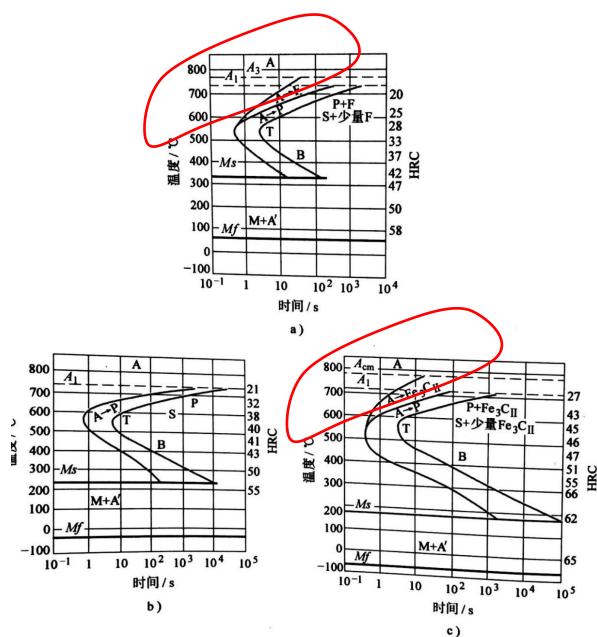

图 3-6 三种类型钢的等温转变图
- 18、不同碳钢的 C 曲线如图 3-6 所示。图中亚共析钢、共析钢和过共析钢的 C 曲线类似，只不过亚共析钢和过共析钢的 C 曲线上各多了一个小翅膀，亚共析钢多的是 A 向 F 转变的区域，过共析钢多的是 A 向 Fe_3C_{II} 转变的区域。